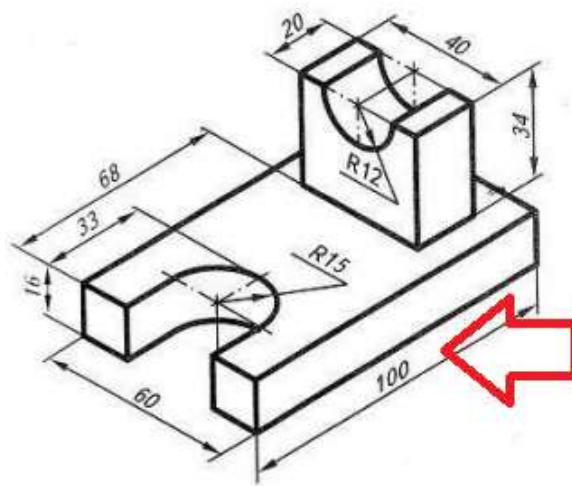

Рис. 19.10
- Выберите для построения главный вид (рис. 19.10).